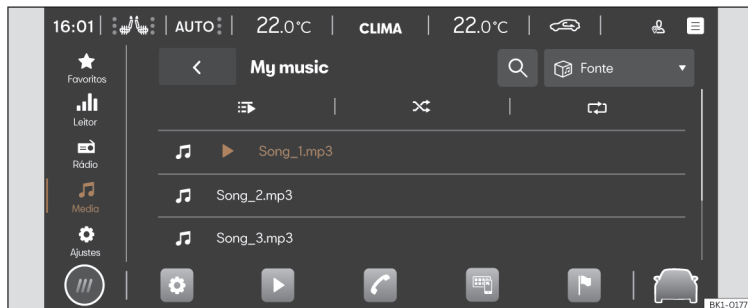

Fig. 164 Esquema: Vista Multimédia.
- Pressione **HOME** > ► > 🎵 >>> **Fig. 164**.